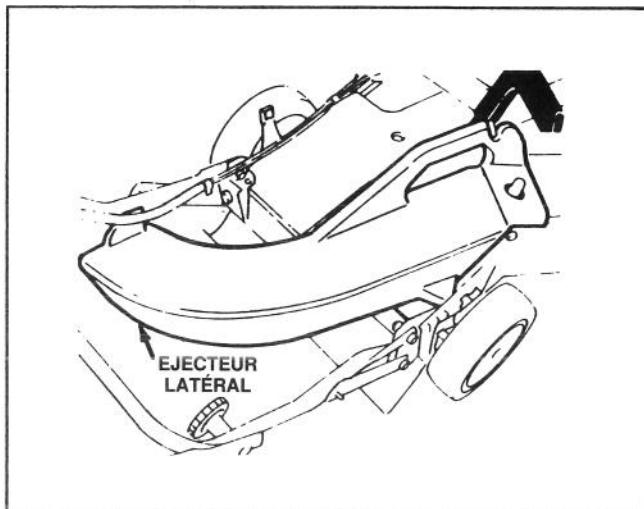

Figure 31
- 1. Kit d'éjecteur latéral, modèle No. 59168** – se monte en quelques secondes sur l'arrière de la tondeuse, à la place du sac à herbe. Disperse les déchets tout en finissant de chaque côté. (Fig. 31).